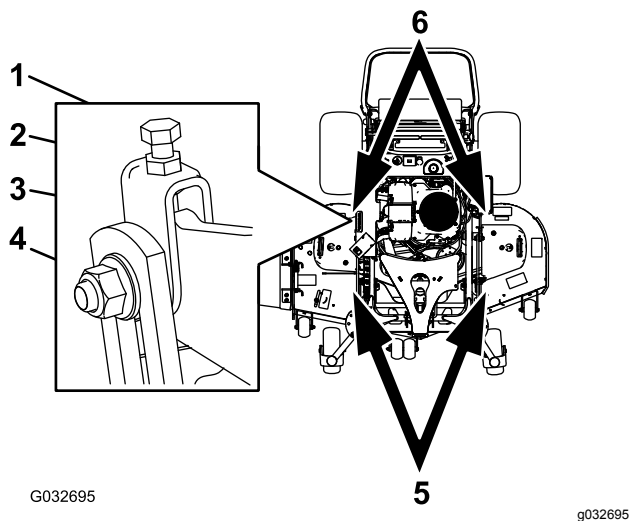

**Figure 87**
2. Tournez 1 lame dans le sens longitudinal. Mesurez la distance aux points **A** et **B** entre une surface plane et le bord coupant des pointes des lames (Figure 87).